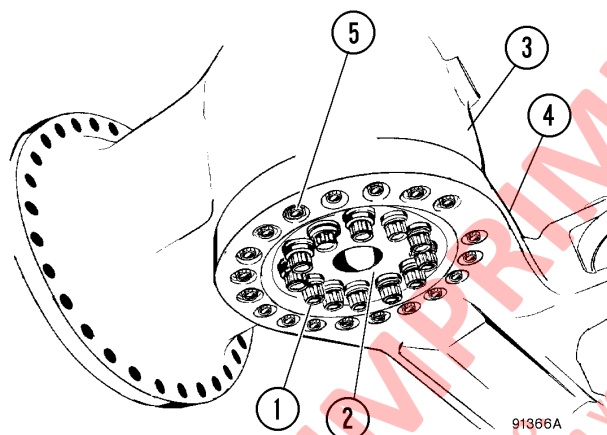

FIGURA 3-2. CONJUNTO DEL BRAZO DE DIRECCIÓN
7. Desconecte las líneas de aceite de enfriamiento de frenos (4) de los puertos de entrada y salida en la carcasa de los frenos. Coloque un tapón en las mangueras y puertos para evitar que se contaminen.
9. Saque el tapón de drenaje (2) y espere que el aceite de la carcasa de frenos y de los rodamientos del cubo se drene en un recipiente adecuado.
12. Coloque una grúa horquilla debajo del conjunto del husillo y del cubo de rueda como se muestra en la Figura 3-2. El peso del conjunto de husillo es aproximadamente 6652 kg (14 665 lb). Asegúrese de que el dispositivo de elevación tenga la capacidad de manejar la carga de forma segura. Asegúrese de que el husillo y el cubo estén asegurados con firmeza al dispositivo de elevación para evitar vuelcos cuando se libere de la suspensión.
13. Retire los tornillos y las arandelas (1, Figura 3-2) que aseguran la placa de retención (2) a la estructura del husillo y la suspensión. Para evitar daños en las roscas, afloje los tornillos en un patrón circular y en incrementos de torque de **678 N·m (500 ft lb)**. Desmonte la placa de retención.
14. Saque 16 tornillos del brazo de dirección (5, Figura 3-2) de la siguiente forma:
5. Lubrique los tornillos (1, Figura 3-2) y (5) en las roscas y asientos con grasa de chasis a base de litio (multipropósito, EP NLGI).
6. Asegure el husillo a la suspensión con la placa de retención (2) y los tornillos (1). Apriete los tornillos siguiendo el procedimiento a continuación: